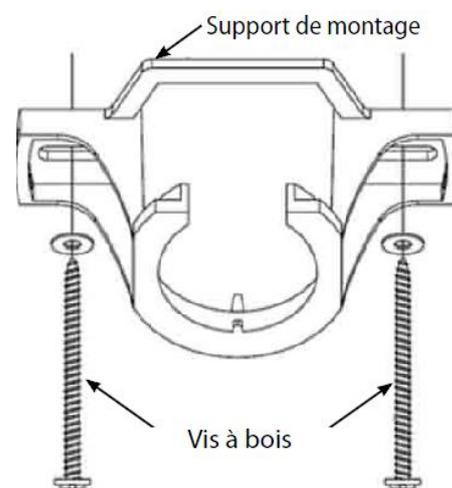

Figure 2
- 4) Installez le support de montage (Figure 2) en le fixant sur une solive de plafond à l'aide des longues vis fournies. Assurez-vous que 40mm Figure 2 au moins de la vis soit vissée dans le support.